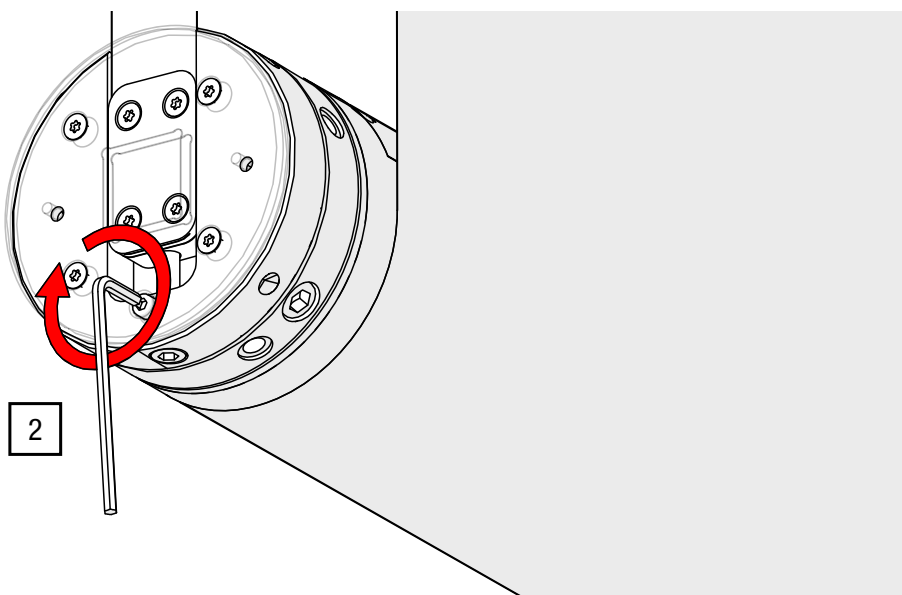

Abb. 34: Nivellierung einstellen – Sicherungsschraube lösen
2. Lösen Sie die Sicherungsschraube mit einem ISK SW 5 mit ca. einer halben Umdrehung (siehe Abb. 34).
5. Ziehen Sie die in Schritt 2 (siehe Abb. 34) gelöste Sicherungsschraube mit einem ISK SW 5 wieder handfest an.